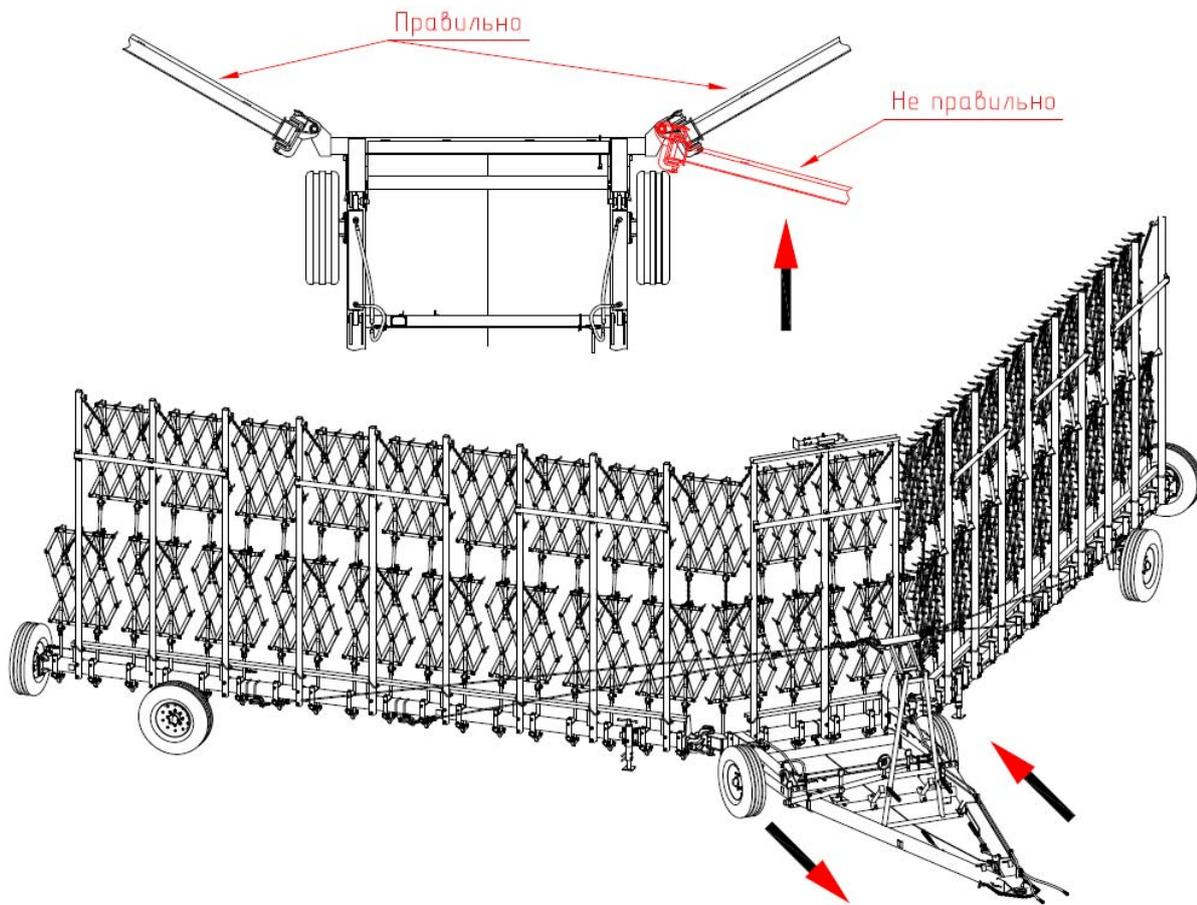

Рис.16 Маневр для перевода бороны в транспортное (рабочее) положение.
7.5.2 Движением трактора назад (рис.17) перевести боковые балки с боронами в рабочее положение (рис.16) (в одну линию с центральной балкой).